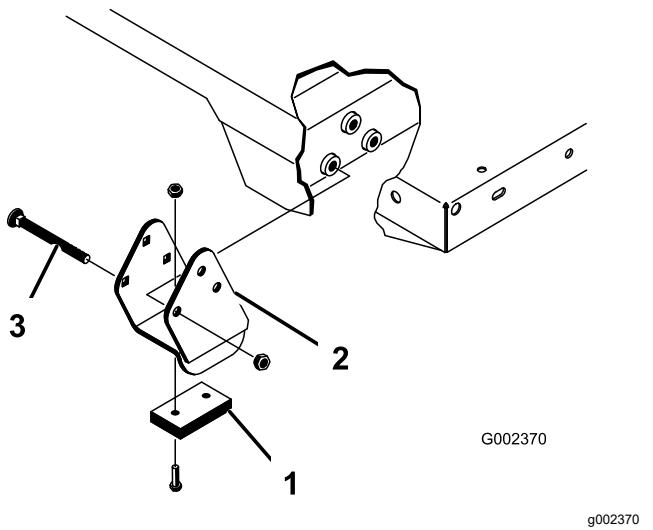

Figure 25
Les supports entretoises et les cales d'usure (Figure 25) doivent être montés avec les têtes des boulons à l'intérieur de la machine.
2. Placez le plateau sur le cadre de la machine avec précaution, en alignant les trous des plaques de pivot arrière sur ceux du profilé arrière du cadre, puis installez les 2 axes de chape et les goupilles à anneau (Figure 25).
4. Insérez l'axe de chape par l'extérieur du plateau en dirigeant la goupille à anneau vers l'extérieur (Figure 25).